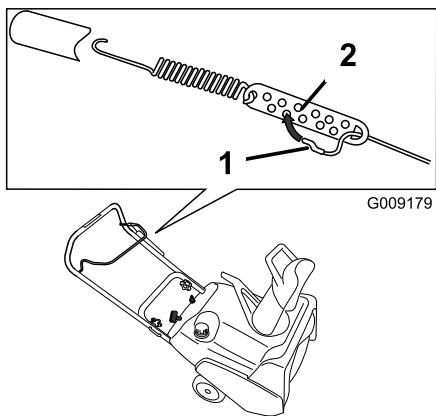

Figure 21
- Accrochez le raccord en Z à un trou plus haut ou plus bas sur la biellette de réglage de manière à obtenir un écart de 2 à 3 mm (1/16 à 1/8") entre la barre de commande et le guidon (Figure 21).